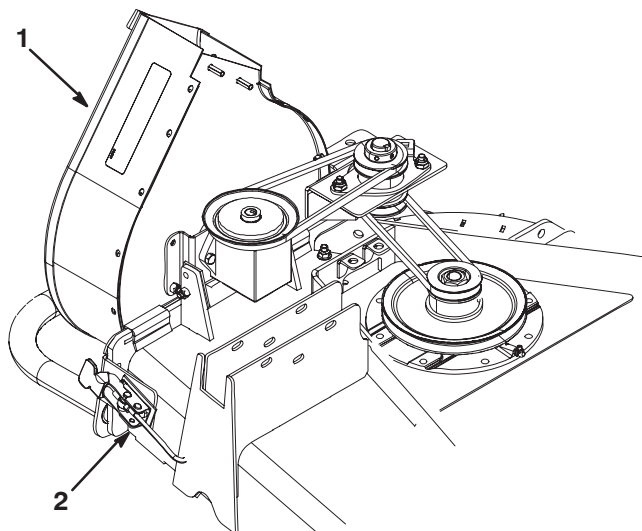

Bild 15
22. Verlegen Sie den kleineren V-Riemen um die kleinere Scheibe der neuen Spindelscheibe (Bild 15).
24. Schieben Sie das Gebläse auf das Mähwerk und setzen Sie gleichzeitig die verstellbaren Klemmstangen in das Loch vorne an der Laufradhalterung und in der Vergurtungshalterung ein. Befestigen Sie die verstellbaren Klemmen (Bild 15).
25. Montieren Sie den Treibriemen auf der unteren Zwischenwellenscheibe (Bild 15).